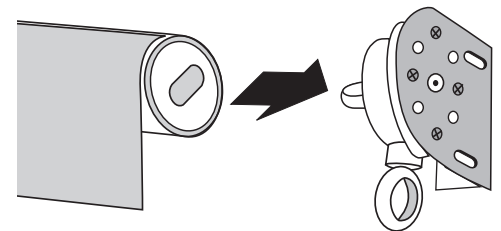

Fig. 3
a. Primero, coloque la tapa del sistema de elevación en la unidad de la manivela. (fig. 3)